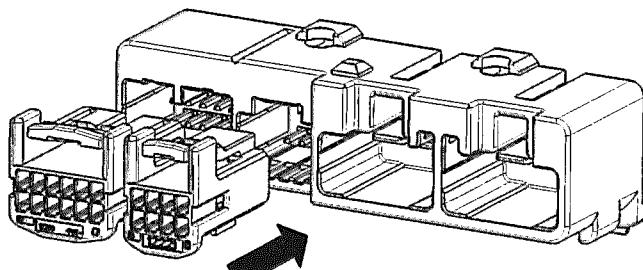

Fig.15
- (1)端子のハウジングへの装着状態、電線の束ね位置は正しいか、またリテナーが本係止状態になっていることを確認して下さい。仮係止状態になっている場合は本係止状態にして下さい(4 項参照)。
- (2)次に、端子の変形、変色、傷、錆、ハウジングの変形、割れ、欠損、変色等の異常がないか確認して下さい。
- (3)指定のメス・ハウジングをオス・コネクタに Fig.15 のような向きに真っ直ぐ挿入して下さい。「パチン」と音がしてそれ以上押し込むことができなければ嵌合は完了です。挿入できない場合は、無理に押し込まず、(1)、(2)の項目を再度確認して下さい。